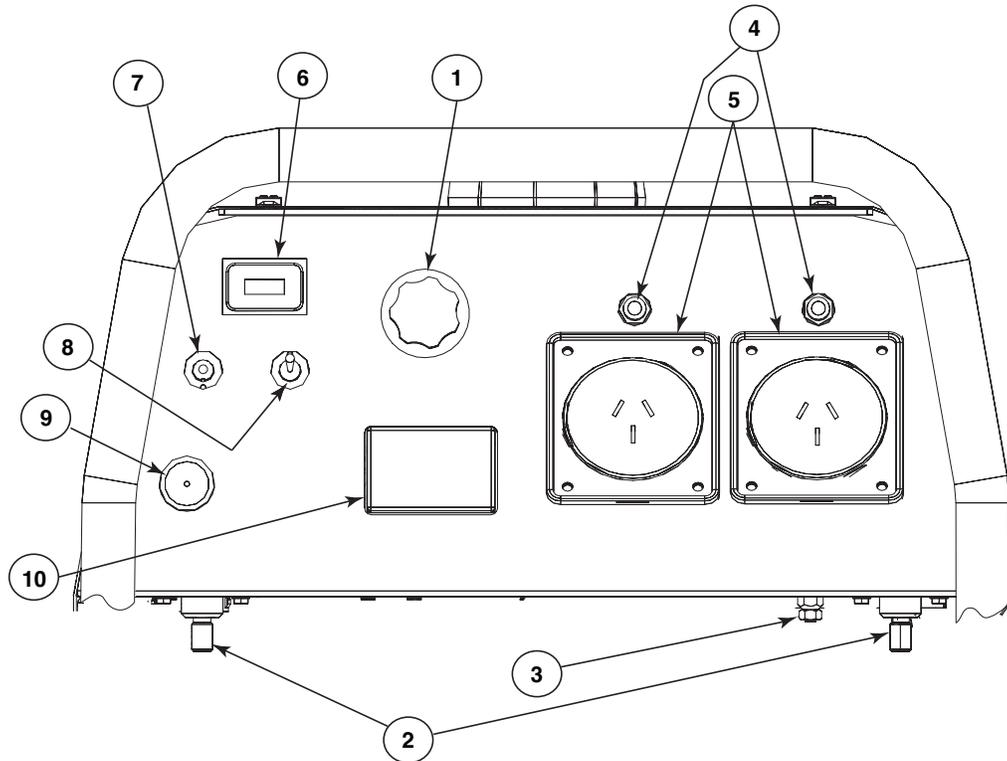

FIGURA A.1
Vea la Figura A.1 para la ubicación de la perilla de control de corriente, terminales de salida de soldadura, borne de aterrizamiento, interruptores automáticos, y receptáculos de 240 voltios.
Instale los cables de soldadura a su OUTBACK™ 185 (AU) de la siguiente manera. Vea la Figura A.1 para la localización de las partes.
Vea la Figura A.1